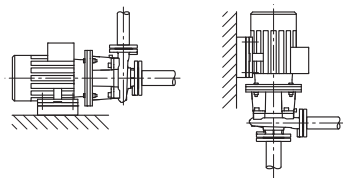

Fig. 41: Izvedba BL
- Blok pumpe serije BL potrebno je postaviti na dovoljno čvrste temelje odnosno konzole (Fig. 41). U slučaju pumpi tipa BL motor treba biti poduprt od snage motora od 18,5 kW nadalje, vidi primjere ugradnje BL (Fig. 42).